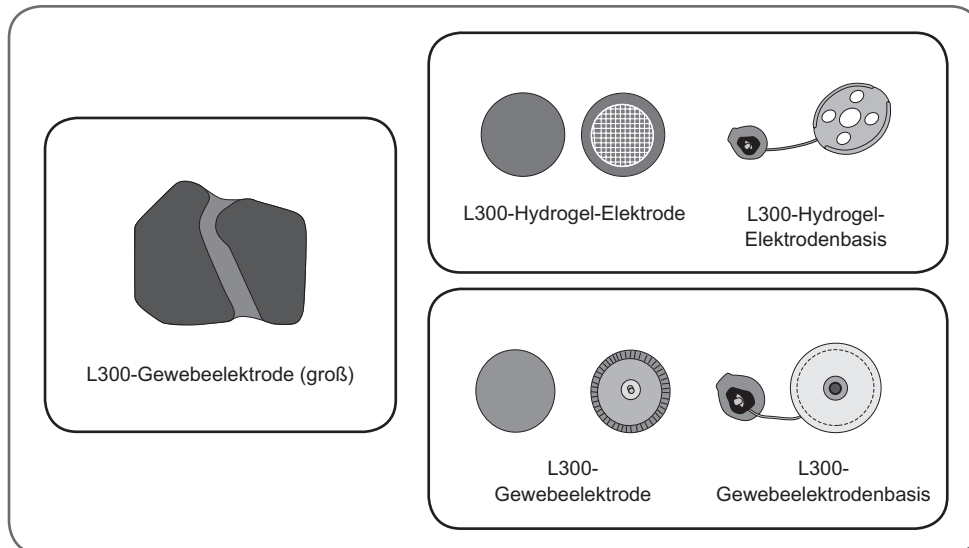

Abbildung 6-1: L300-Elektroden und -Basen
- L300-Gewebeelektroden mit Gewebeelektrodenbasen (siehe Abbildung 6-1).